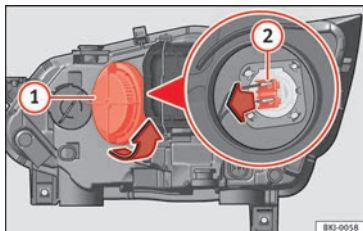

Abb. 110 Im Motorraum: Glühlampe Fernlicht.
- Drehen Sie die Abdeckung **1** nach links und nehmen Sie sie heraus **» Abb. 110**.